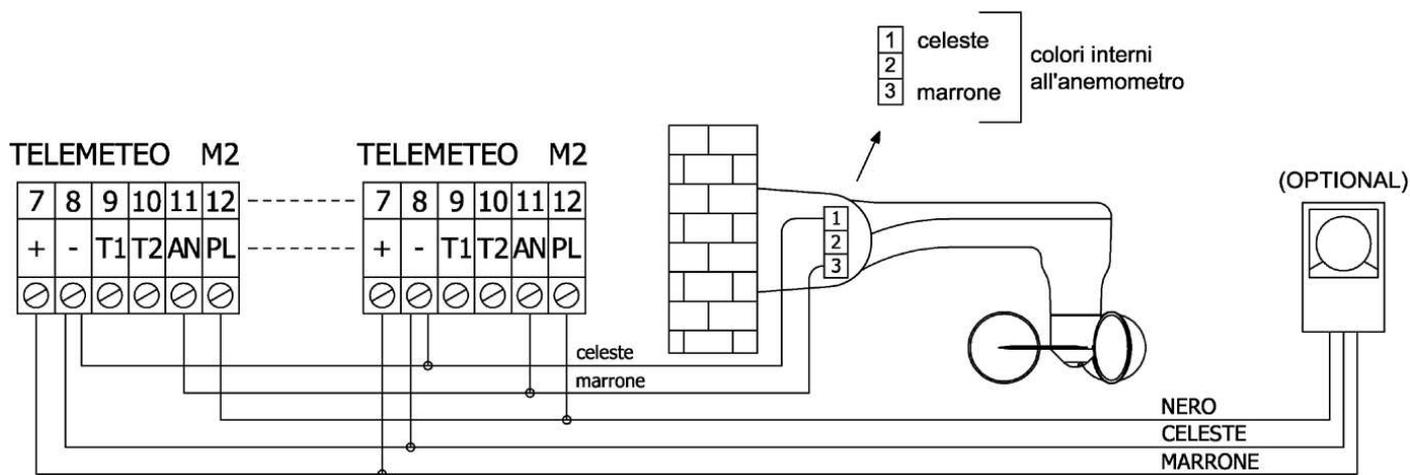

**FIG. 3**
- Eseguire i collegamenti elettrici come mostrato nelle figure 3 e 7: i cavi devono entrare dalla parte inferiore del box, attraverso gli appositi passacavi in corrispondenza delle morsettiere.
- Non lasciare i fili lunghi all'interno del box, per evitare che premano sulla scheda ostacolando il corretto raffreddamento dei componenti elettronici, specialmente d'estate quando la temperatura dell'aria potrebbe salire anche a 40 °C (vedere figure 3 e 7).